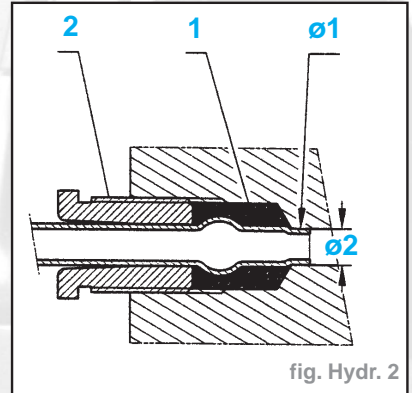

fig. Hydr. 2
- S'assurer que le diamètre ( $\varnothing 1$ ) pénètre dans l'alésage ( $\varnothing 2$ ) (fig. Hydr. 2).
- Faire prendre l'écrou-raccord (2) à la main. Si nécessaire, desserrer la fixation de l'organe pour faciliter cette opération.